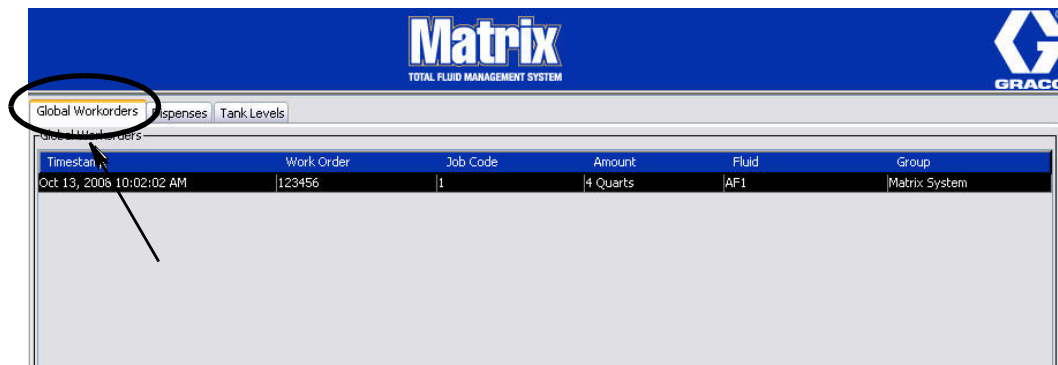

FIG. 183
1. Sélectionnez l'onglet "Global Work Orders" (Ordres d'exécution globaux) (FIG. 183).